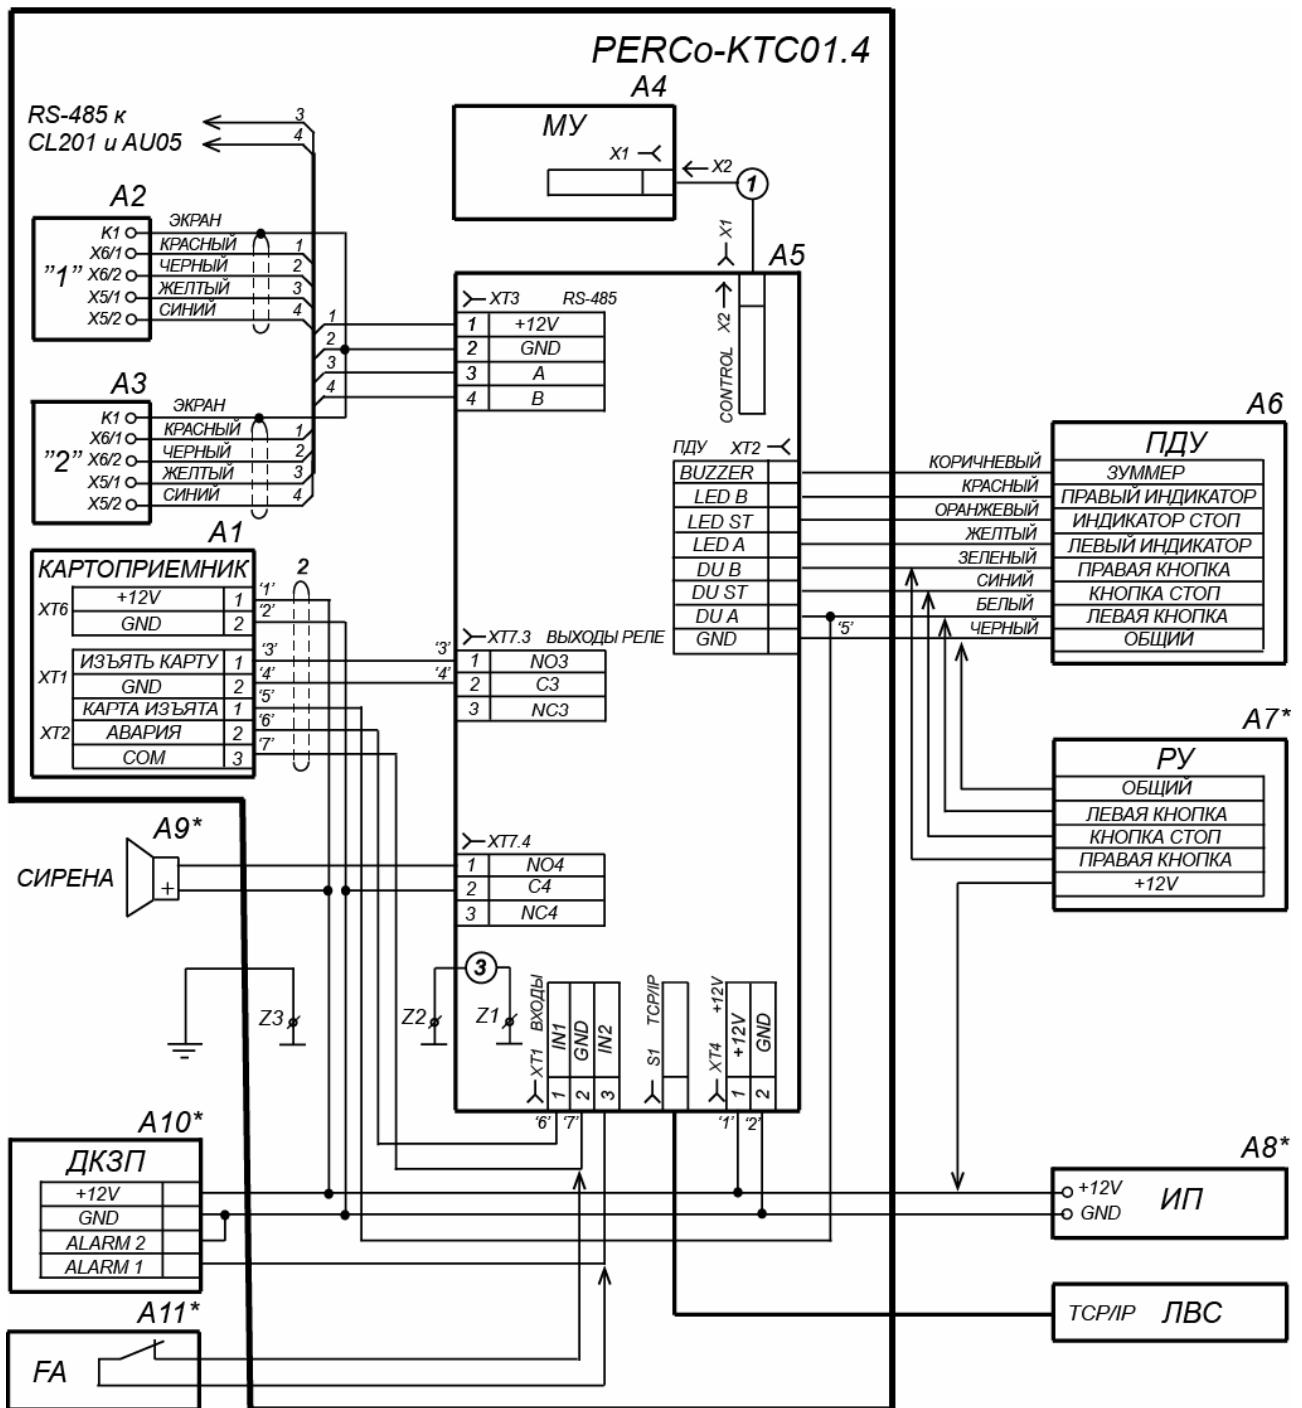

Рисунок 13. Схема подключения ЭП и дополнительного оборудования¹
Расположение клеммных колодок на плате контроллера ЭП показано на рис. 5, назначение контактов клеммных колодок указано в табл. 1. Схема подключения приведена на рис. 13. Используемые при подключении типы кабелей указаны в табл. 5. При монтаже ЭП придерживайтесь следующей последовательности действий:
12. Подключите кабель питания (18) к клеммной колодке **XT4** на плате контроллера ЭП согласно схеме, приведенной на рис.13.
13. Подключите кабель (17) ПДУ (16) к клеммной колодке **XT2** на плате контроллера ЭП согласно схеме, приведенной на рис.13.
14. Подключите при необходимости кабели от других устройств к соответствующим клеммным колодкам платы контроллера ЭП согласно схеме, приведенной на рис.13.
10. Подсоедините кабель картоприемника к плате управления картоприемника согласно схеме рис. 13 и рис. 6.
12. Установите в рабочее положение контейнер картоприемника со стороны механизма картоприемника, а заглушку (14) – с противоположной стороны.
13. Установите крышку (3) в рабочее положение (см. разд. 6).